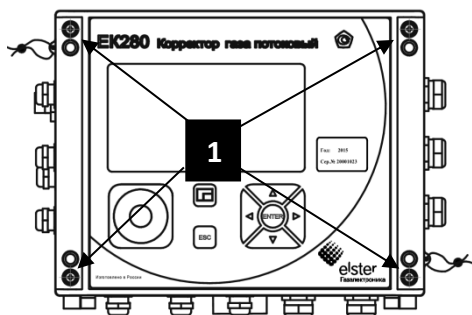

Рисунок 16
- 1 Закройте крышку EK280 используя винты (рисунок 16 **1**).